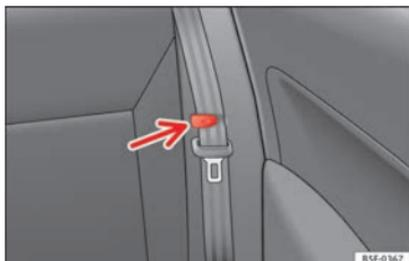

Fig. 109 Pinza para sujetar el cinturón de seguridad.
- Coloque los cinturones de seguridad laterales en la pinza del revestimiento »» fig. 109.